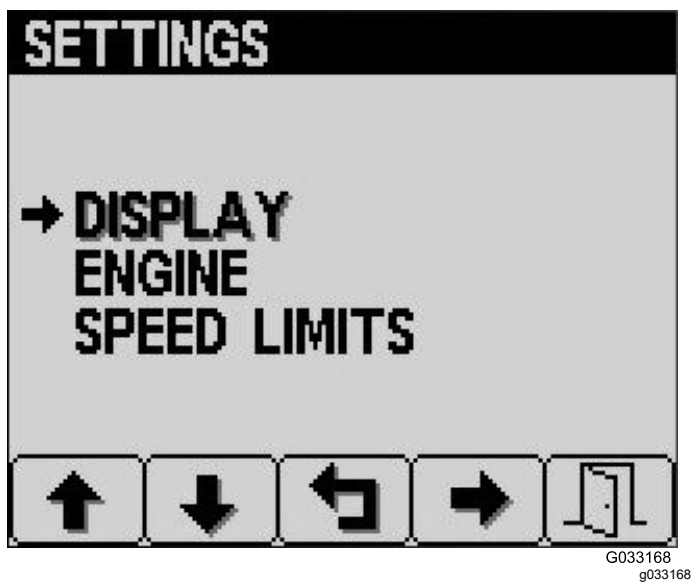

図 12
3. 設定画面から、ボタン 4 を押して表示Displayを選択する(図 12)。